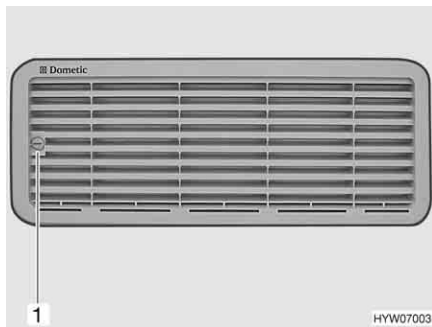

Bild 60 Kühlschrank-Lüftungsgitter
- Schraube (Bild 60,1) mit Hilfe einer Münze eine viertel Umdrehung drehen.